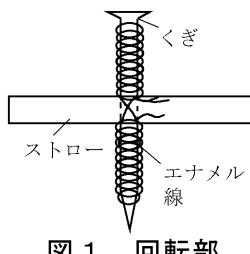

図1 回転部
(1) ストローの中央に千枚通しで穴をあけ、鉄くぎを通す（図1）。
両端を2cm程度残し、紙やすりでエナメルをはがす（図1）。